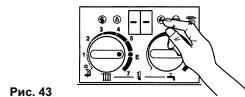

Рис. 43
- Нажать на сервисклавишу и держать, пока на дисплее не засветится "-", (рис. 43).